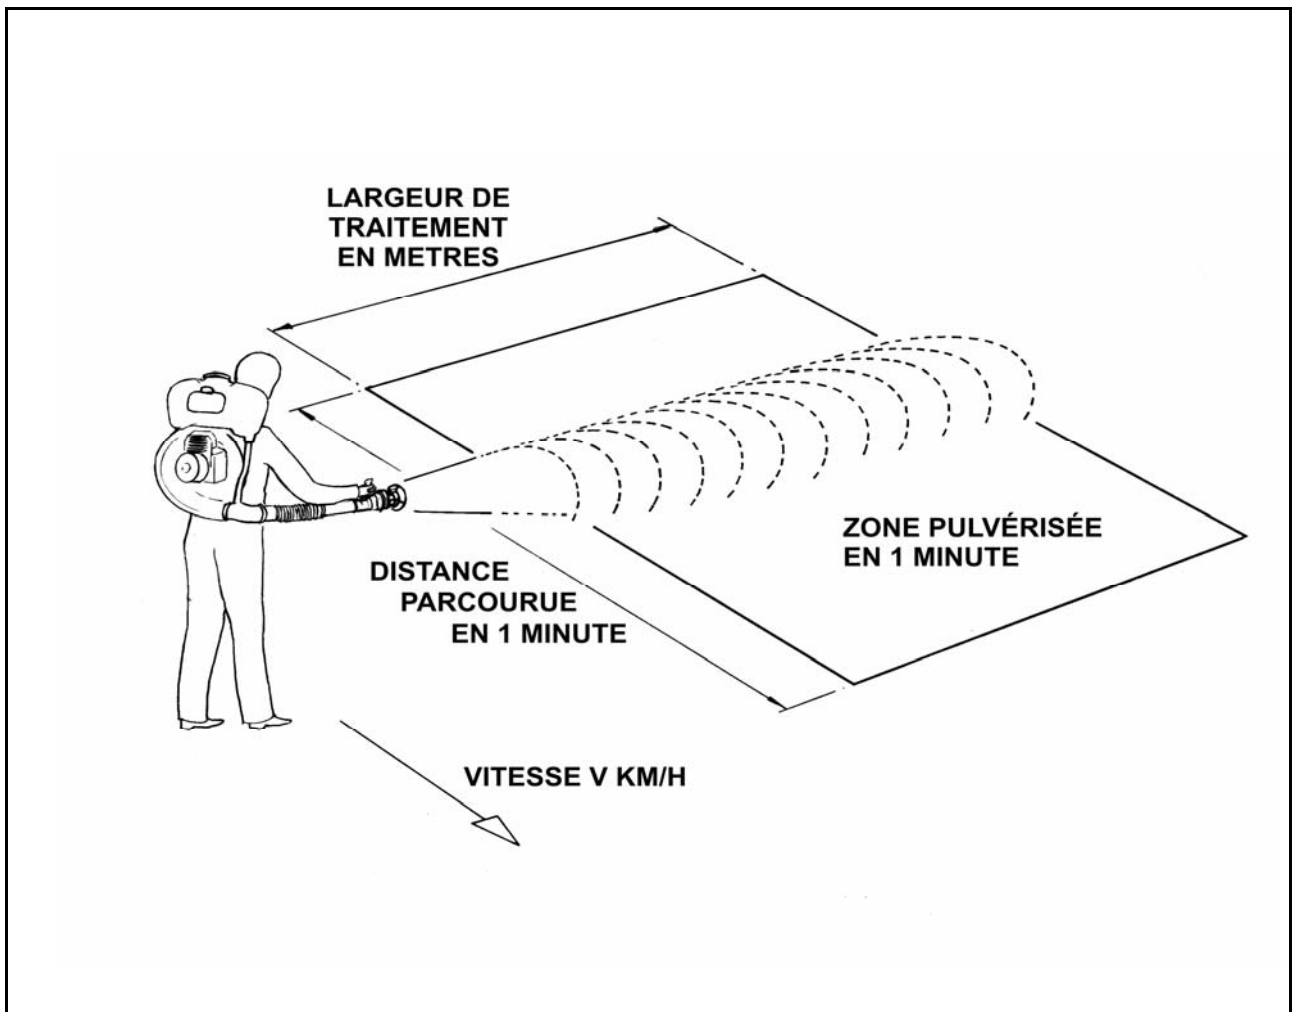

Fig. 3 – Bande traitée
3. Calculez la surface traitée par le pulvérisateur par minute. La Figure 3 représente le pulvérisateur utilisé sur une culture de plein champ.